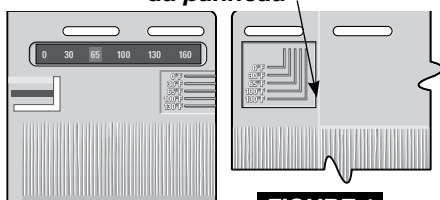

FIGURE 1
Chaque panneau possède un **PanelThermometer^{MC}** qui affiche la température et indique des lignes qui servent de point de repère pour espacer correctement les panneaux. Le PanelThermometer est situé dans le coin supérieur droit du panneau et les lignes de repère dans le coin supérieur gauche (figure 1).
- Installez le panneau suivant en le plaçant sous la bande de départ et contre le premier panneau. Poussez-le vers l'intérieur et vers le haut pour loger le panneau dans la bande de départ et dans les onglets latéraux du premier panneau, comme illustré à la figure 5. Espacez le second panneau en fonction de la température à l'aide des lignes de repère de la température du panneau (figure 1).